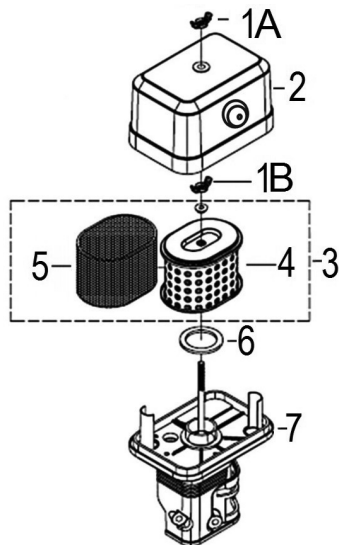

Рис. 10 Обслуживание воздушного фильтра
1. Открутите барашковую гайку 1А и снимите крышку 2 воздушного фильтра (Рис. 10).
2. Открутите барашковую гайку 1В и снимите воздушный фильтр 3 в сборе (Рис. 10).
3. Проверьте целостность и чистоту фильтрующих элементов. Поролоновый (предварительный) фильтрующий элемент 5 установлен на корпусе бумажного фильтрующего элемента 4 (Рис. 10).
5. Произведите очистку основания 7 и крышки 2 воздушного фильтра, не допуская попадания пыли и грязи в воздухопровод, ведущий к карбюратору (Рис. 10).
7. Перед установкой воздушного фильтра убедитесь, что уплотнительное кольцо 6 воздушного фильтра находится на месте и не имеет повреждений (Рис. 10).